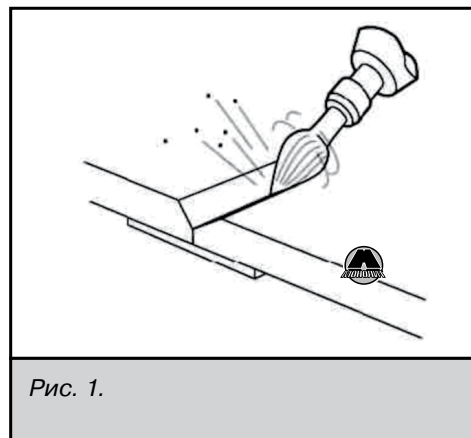

Рис. 1.
- Механическую обработку краев повреждения с помощью фрезы или абразивного круга для придания месту будущего шва V-образного профиля (рис. 1). Это увеличит площадь контакта пластика с клеем, соответственно возрастет прочность соединения.